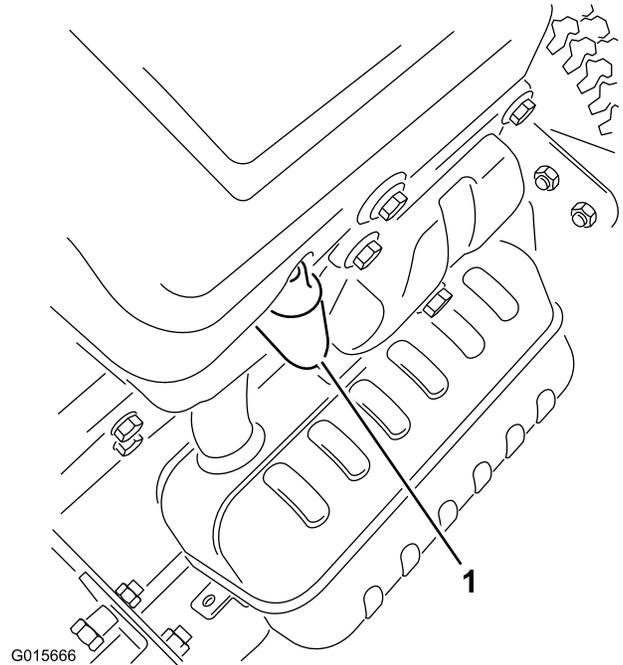

Bild 22
4. Klemmen Sie das Zündkabel von der Zündkerze ab (Bild 22).